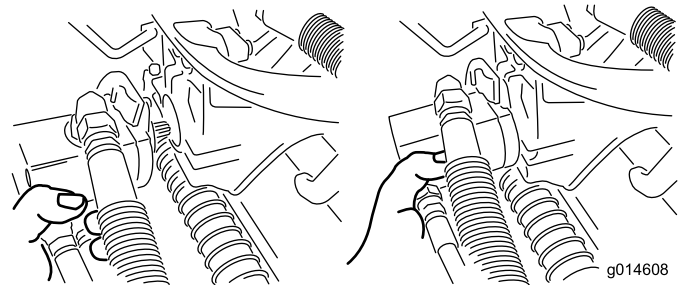

Figure 50
- Amenez le moteur à la position de rangement sur l'avant du bras de suspension (Figure 50).